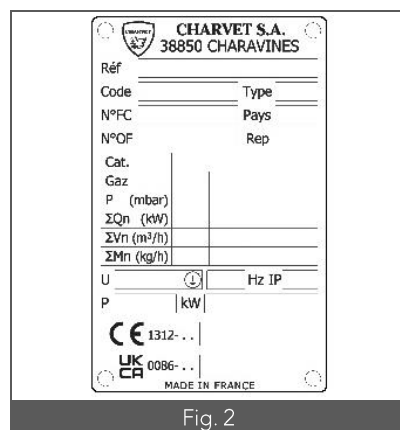

Fig. 2
- Remplir la cuve d'huile - Le niveau doit être compris entre les repères Mini. (Fig. 2 – Rep. 1) et Maxi. (Fig. 2 – Rep. 2).
- Une fois la cuisson satisfaisante, lever le panier puis utiliser le support de panier (Fig. 2 – Rep. 3) pour égoutter la friture.